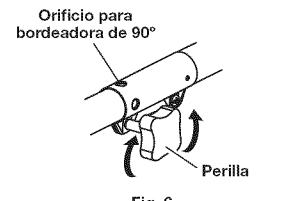

Fig. 6
1. Para aflojar, gire la perilla en sentido contrario a las agujas del reloj (Fig. 6).
3. Para apretar, gire la perilla en el sentido de las agujas del reloj (Fig. 6). Para hacer recortes/bordeados decorativos con el cabezal de corte, trabe el botón de desconexión en el orificio de 90° (Fig. 6).